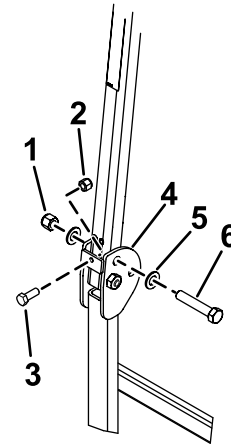

Figura 9
3. Inserite una rondella (13/16" x 1 1/2") su ciascun bullone (3/4" x 4"), come illustrato nella Figura 9.
4. Nei fori da cui sono state estratte le spine, installate bulloni e rondelle (Figura 9).
5. Montate un'altra rondella su ciascun bullone e fissate con i dadi (3/4"), come illustrato nella Figura 9. Serrate i dadi a 323–396 N·m.
6. Montate un bullone (3/8-16" x 1" o 1 1/4") con un controdado (bulloni e controdadi non forniti) sulla piastra filettata su entrambi i lati della porzione inferiore del roll bar nell'area della cerniera (Figura 9). Serrate il bullone fino a quando non è ben stretto contro il tubo del roll bar superiore, quindi serrate il controdado.
7. Serrate il bullone orientabile del ROPS (Figura 9) a 91 - 113 N·m per evitare il rimbalzamento del roll bar e del parasole.